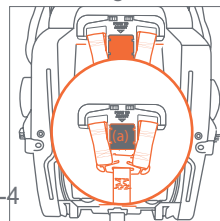

Fig. 30-4
- Si la placa de metal entra en contacto con el botón de liberación azul (a) y limita el ajuste de la longitud del arnés, cambie la placa de metal al siguiente lazo del arnés más largo (Fig. 30-4).